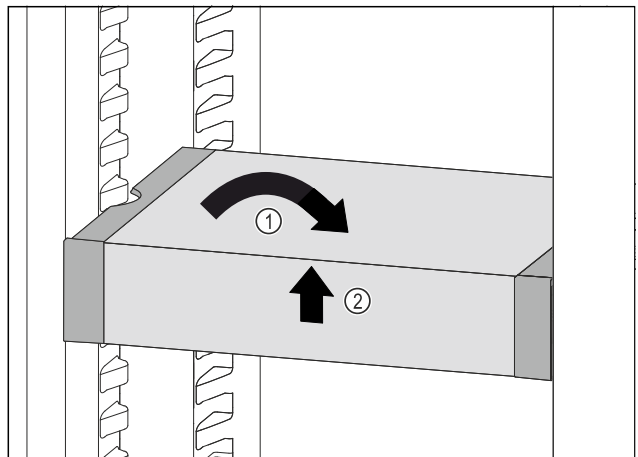

Fig. 97
- ▷ VarioSafe gerade stellen. Fig. 97 (1)
- ▷ VarioSafe vorne anheben. Fig. 97 (2)